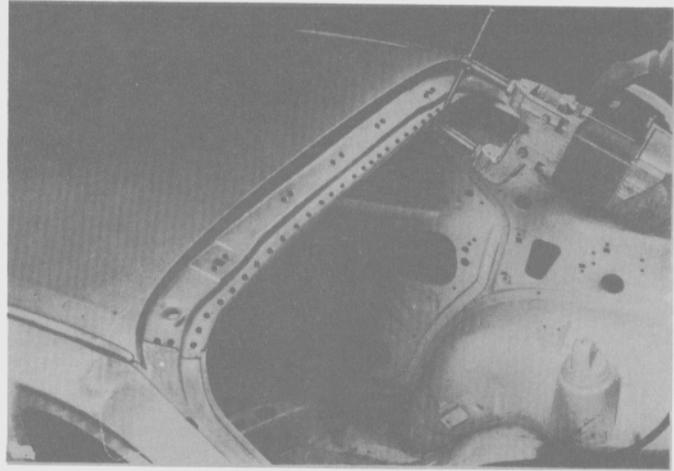

Fig. 54
- Soldar por puntos el panel del techo en la abertura del portón. (Fig. 54).